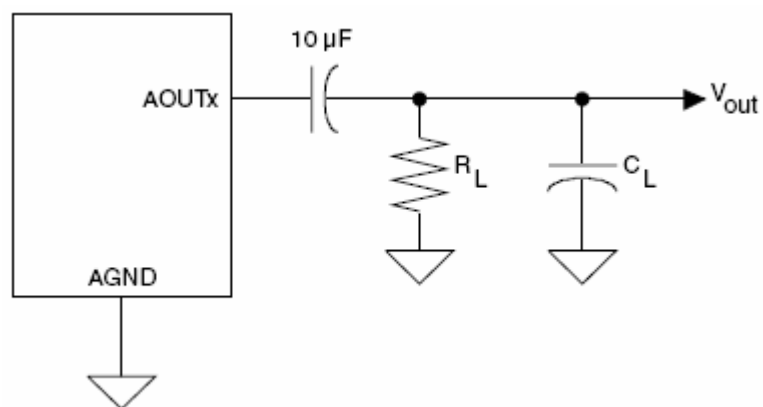

图 1 输出测试电路
- 模拟参数 (满量程输出正弦波, 997Hz; 测试负载, $R_L=10\text{k}\Omega$, $C_L=10\text{pF}$ (见图 1)。除非特别声明, 在基速率模式下, 测量带宽为 10Hz 到 20kHz, $F_s=48\text{kHz}$; 在高速率模式下, 测量带宽为 10Hz 到 40kHz, $F_s=96\text{kHz}$ 。)